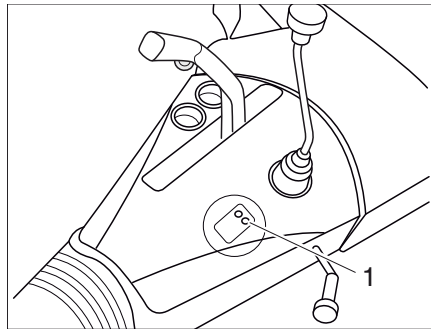

Fig. 3 LED de l'ATC (AL-KO Trailer Control)
- Brancher la fiche de l'ATC au dispositif d'attelage. Un autotest est exécuté, la DEL (Fig. 3,1) s'allume en rouge.
- Après l'autotest, la DEL (Fig. 3,1) s'allume en vert, l'ATC est actif. Si la DEL ne s'allume pas en vert, l'ATC ne fonctionne pas correctement, voir tableau suivant.